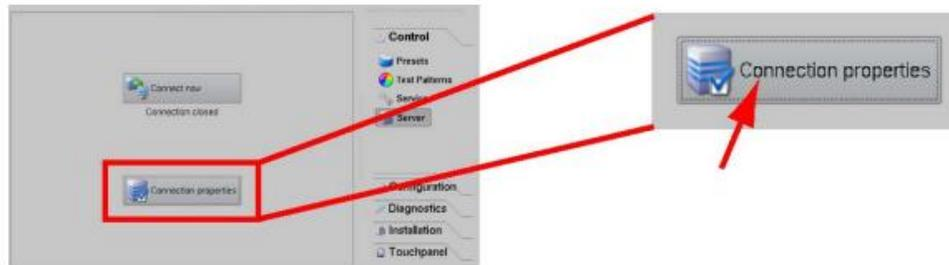

Figura 39 Ajustes Barco táctil del panel [Propiedades de Conexión].
1. Sobre el touch panel Barco, seleccione [Control] → [Server]. En la nueva ventana [Propiedades de Conexión] y le aparecerá tal como se muestra en la Figura 39.